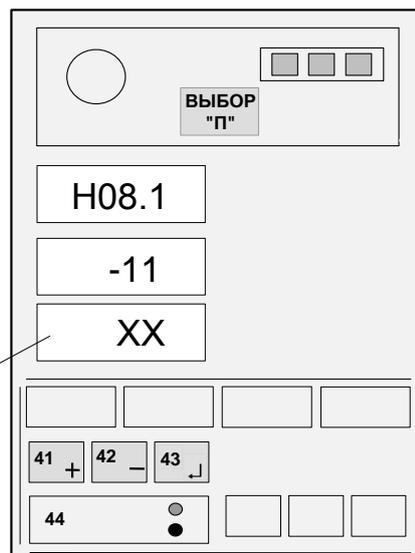

Рисунок 14
Если значение коэффициента, указанное на жгуте ПрД, отличается от значения, выдаваемого на средний ИЖЦ, нажатием кнопки 44 установить на верхнем ИЖЦ код "H08.1", а затем, нажимая кнопки "+" (41) и "-" (42), установить на среднем ИЖЦ значение коэффициента для поршневого ПрД (см. рисунок 14 для коэффициента М11), причем знак плюс на индикаторе не отображается, а знак минус отображается символом " - ".
Если значение коэффициента, указанное на жгуте ПрД, отличается от значения, выдаваемого на средний ИЖЦ, нажатием кнопки 44 установить на верхнем ИЖЦ код "Н06.1", а затем, нажимая кнопки "+" (41) и "-" (42), установить на среднем ИЖЦ значение коэффициента для штокового ПрД (см. рисунок 14 для коэффициента М11), причем знак плюс на индикаторе не отображается, а знак минус отображается символом " - ".